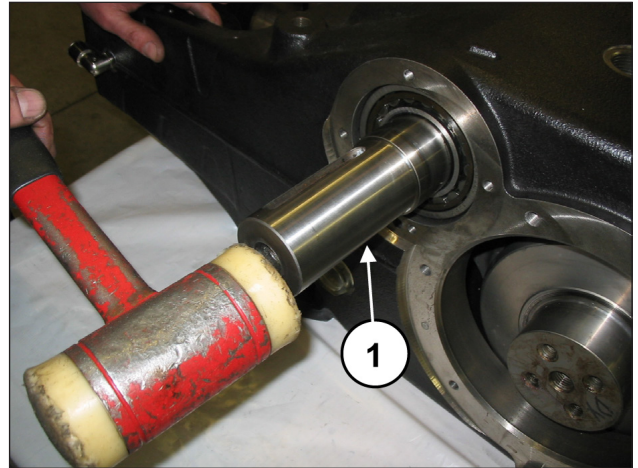
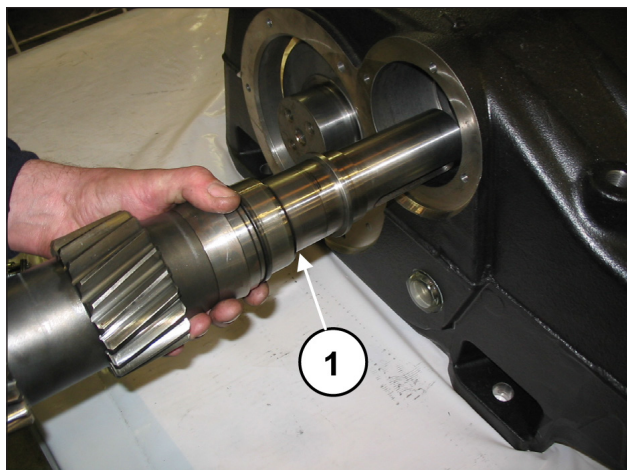

Fig. 32
Fig. 33
Utilizando una herramienta de percusión (pos. ①, Fig. 32), extraer el eje PTO por uno de los dos lados (pos. ①, Fig. 33).